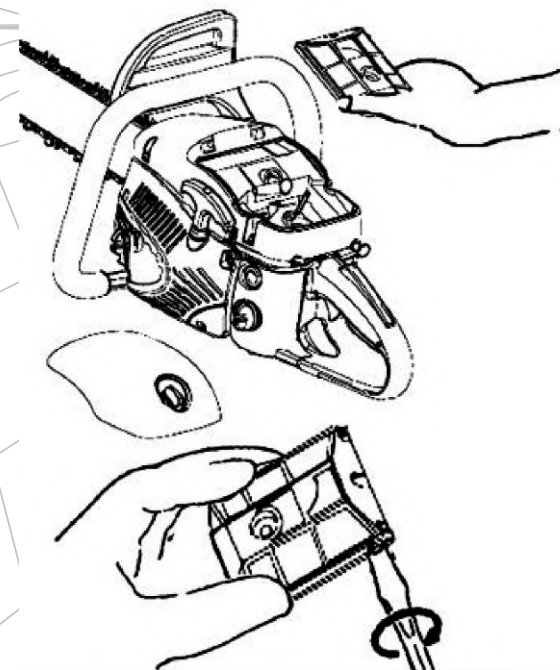

Рис. 31
1. Открутите фиксатор крышки воздушного фильтра (см. рис. 31).